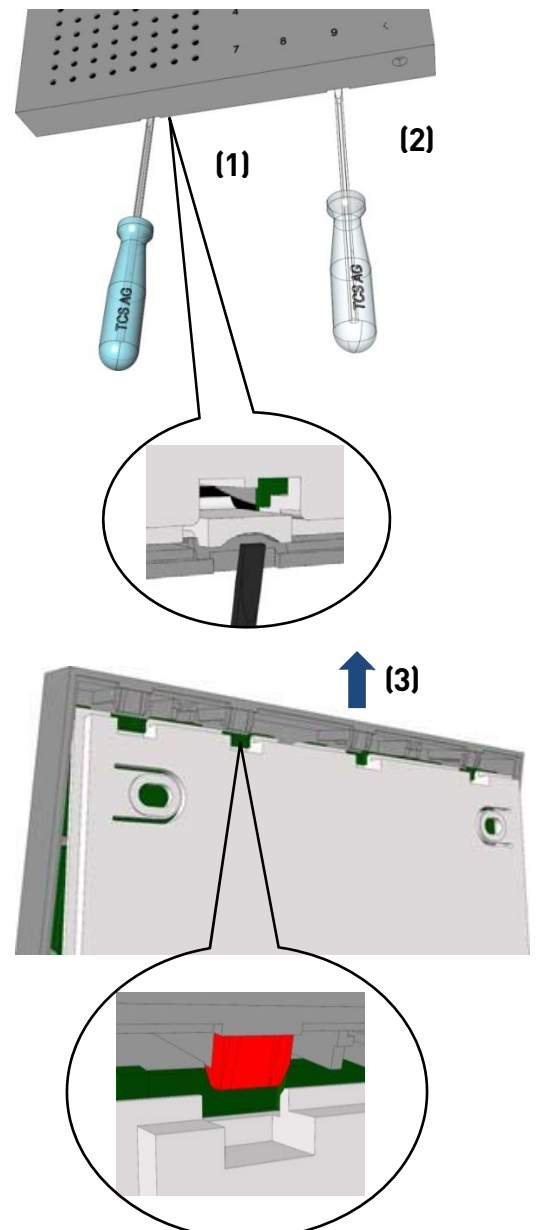

Abb. 6: Öffnen der Innenstation
- ▶ Drücken Sie die linke Oberschalen-Entriegelung mit einem Schlitz-Schraubendreher nach oben (1).
- ▶ Drücken Sie die rechte Oberschalen-Entriegelung mit einem Schlitz-Schraubendreher nach oben (2).
- ▶ Heben Sie die Oberschale an den 4 Rastwinkeln heraus (Abb. 6). (3)